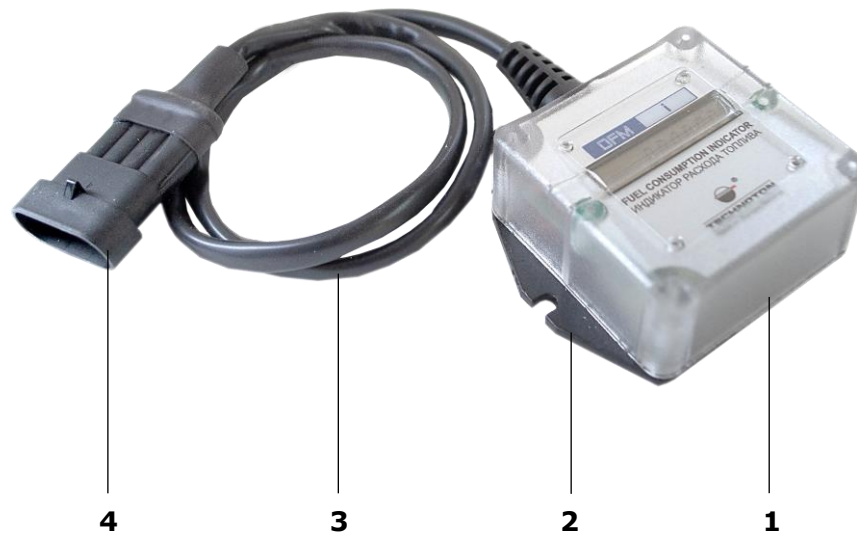

Рисунок 4 — Составные элементы индикатора расхода топлива DFM i
DFM i состоит из электронного блока с ЖК-дисплеем под прозрачной пластиковой крышкой (1), основания с установочными креплениями (2), интерфейсного кабеля (3) с разъемом подключения (4) (см. рисунок 4).